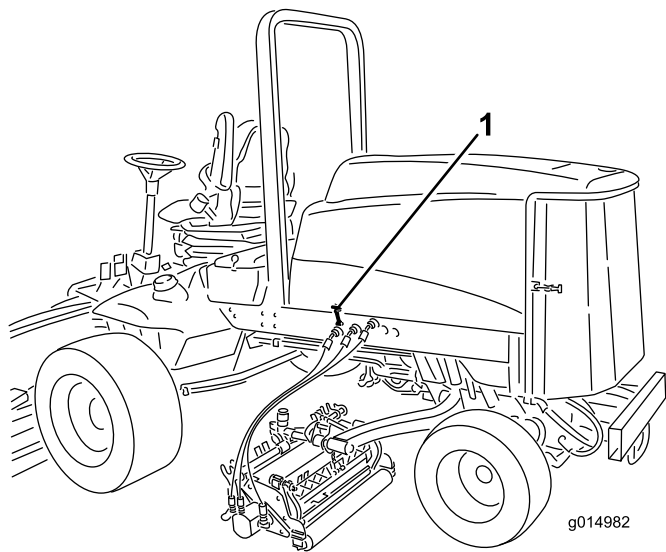

図 4
1. フードラッチブラケットからフードラッチを外す（図 4）。